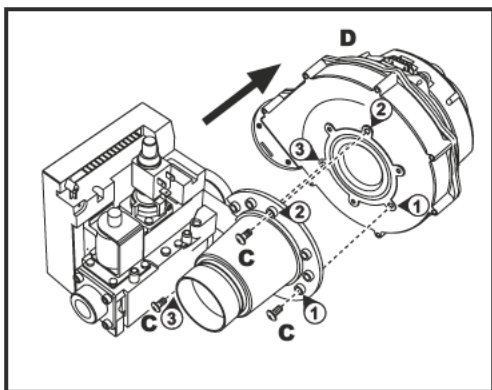

рис. 32 - Модель ENERGY TOP W 125
6. Открутите винты "С" и отсоедините вентилятор "D" (рис. 32 - только на модели ENERGY TOP W 125)